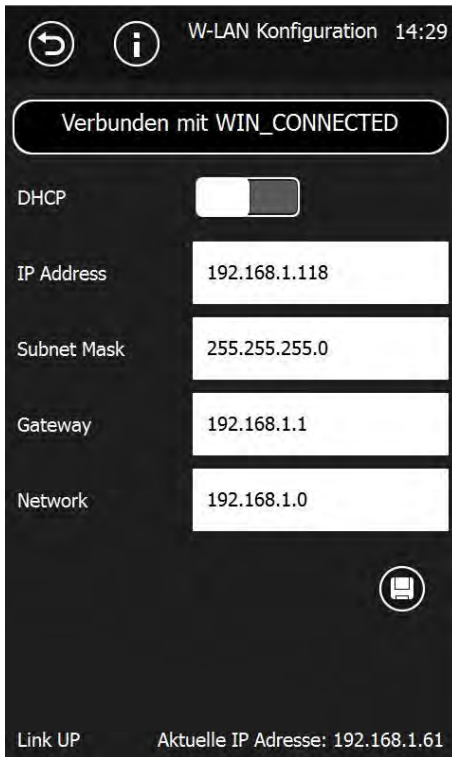

Fig. 11: WLAN-konfiguration
8. Ange värden för (se Fig. 11)